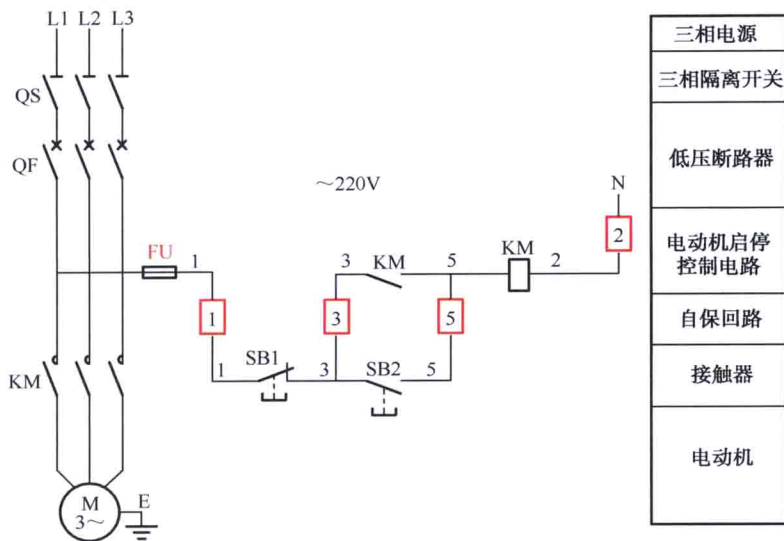

图 1-5-1 无过载保护、按钮启停的 220V 控制电路
无过载保护、按钮启停的 220V 控制电路如图 1-5-1 所示，相应的实物接线图如图 1-5-2 所示。该电路在实际中应用较多，是常见的电动机控制电路。该电路过负荷时，非常容易造成电动机绕组的烧毁。
① 合上图 1-5-1 所示主回路中的隔离开关 QS；② 合上主回路中的断路器 QF；③ 合上控制回路中的熔断器 FU。